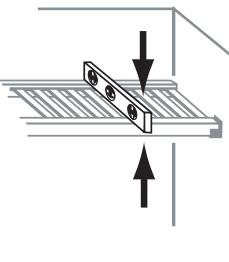

**FIG. 4.2**
6. Centre el orificio del tornillo superior en el gancho en L con la línea de nivel en la pared y adose los ganchos en L a la pared usando tornillos N° 8 de 1 1/2 pulg. (Fig. 4.2).